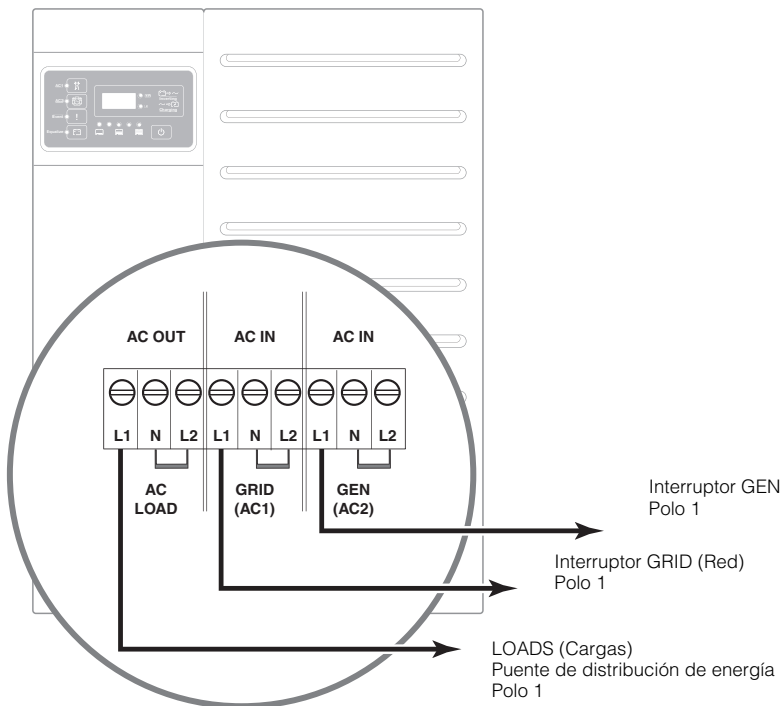

Figura 3-34 Cableado de CA trifásica en el Inversor/cargador.
1. Conecte el cableado de CA en la bornera del inversor/cargador maestro (INV1). Consulte Figura 3-34. Conecte INV2 e INV3 de la misma manera.